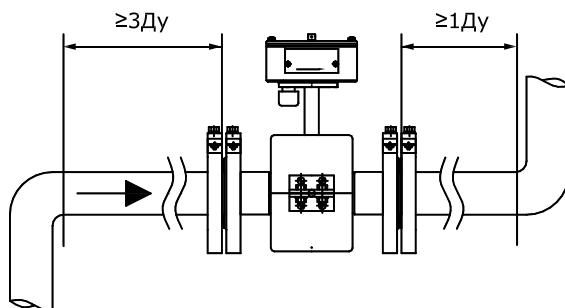

Рис. 4
4.2.5 ППР необходимо располагать в той части трубопровода, где пульсации и завихрения минимальные. При установке ППР необходимо обеспечить прямолинейные участки не менее 3Ду до и 1Ду после ППР (см. рис. 4).